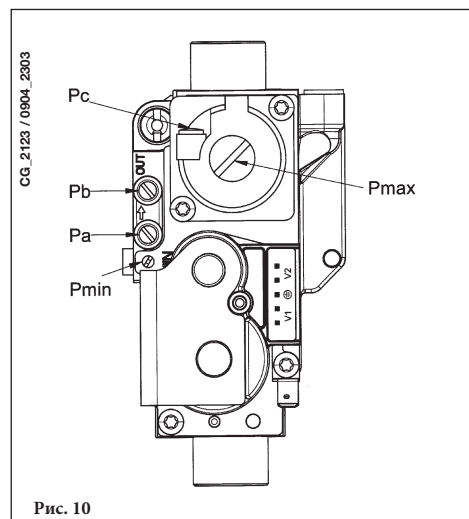

Рис. 10
- Подключите положительный вход дифференциального манометра, предпочтительно жидкостного, к точке измерения давления (Pb) газового клапана (Рисунок 10). Подключите, только для моделей с закрытой камерой, отрицательный вход этого же манометра к специальному тройнику, позволяющему соединить между собой компенсационную точку котла, компенсационную точку газового клапана (Pc) и сам манометр. (Аналогичное измерение можно выполнить, подсоединив манометр к точке измерения давления (Pb) и без передней панели закрытой камеры);
- e) Отрегулировать винт "Pмакси/Pмин" (рисунок 10) до получения величины давления, указанной в Таблице 1.
Для настройки давления на максимальной мощности используйте регулировочный винт "Pmax" (рис. 10), поверните его по часовой стрелке для увеличения давления на горелке и против часовой для уменьшения.
Для настройки давления на минимальной мощности используйте регулировочный винт "Pmin" (рис. 10), поверните его против часовой стрелки для увеличения давления на горелке и по часовой для уменьшения.
- 5) При работе котла на 100% мощности, отрегулируйте винт “Pmax” (рис. 10) до достижения указанного в Таблице 1 значения давления (вращайте по часовой стрелке для увеличения давления и против часовой стрелки для уменьшения).